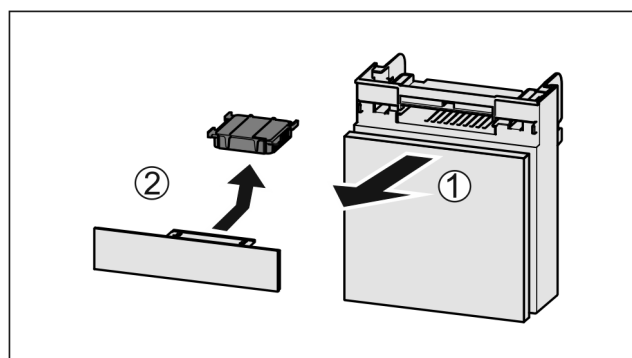

Fig. 148
- ▶ Wyciągnąć Fig. 148 (1) komorę do przodu.
- ▶ Wyjąć Fig. 148 (2) filtr z węglem aktywowanym.